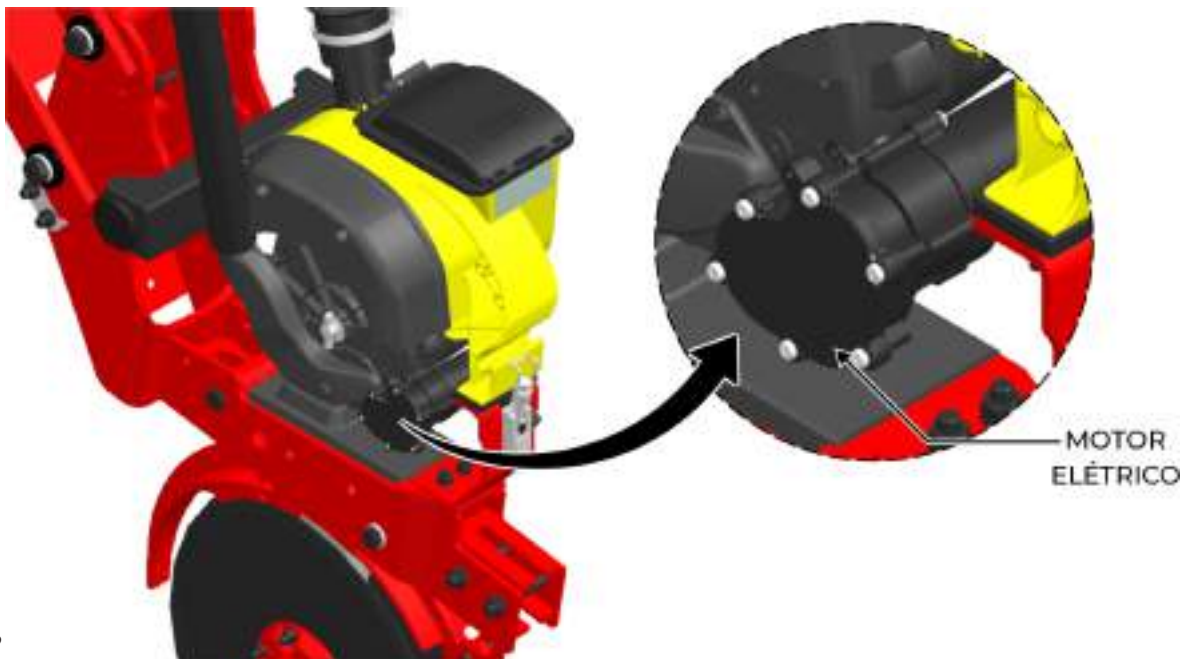

fig. 72
- **Sistema de acionamento V-DRIVE:** é realizado por meio de um motor elétrico (*fig. 72*). Sendo assim, totalmente eliminada a utilização de qualquer tipo de transmissão.